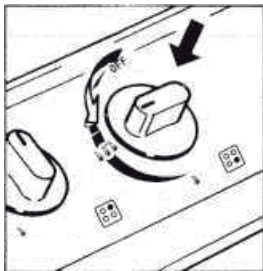

imagen 3
1.- Presione el interruptor suavemente (como se muestra en la imagen 3) y gire a la dirección opuesta del reloj hasta que alcance la posición de la llama más grande. Presione el interruptor y se encenderá.